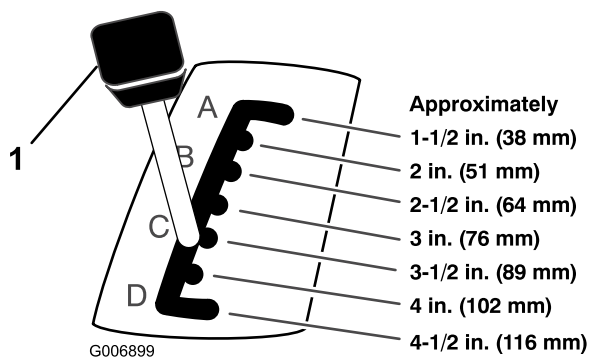

Figura 7
5. Tire de la palanca de ajuste de la altura de corte del tractor y colóquela en la posición deseada (Figura 7).